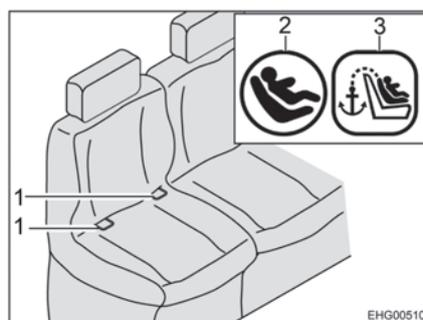

Fig. 12 Sedile con Isofix
- Innestare i braccetti di ritenuta (Fig. 13,1) nella staffa di supporto (Fig. 12,1 e Fig. 13,2). Al momento dell'innesto dovrebbe essere possibile sentire un "clic".